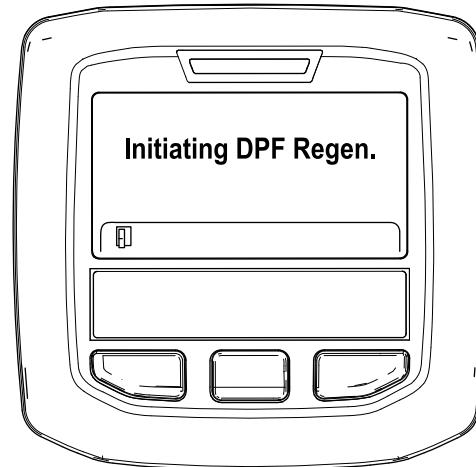

Bild 50
A. Die Meldung „Initiating DPF Regen.“ wird angezeigt (Bild 50).